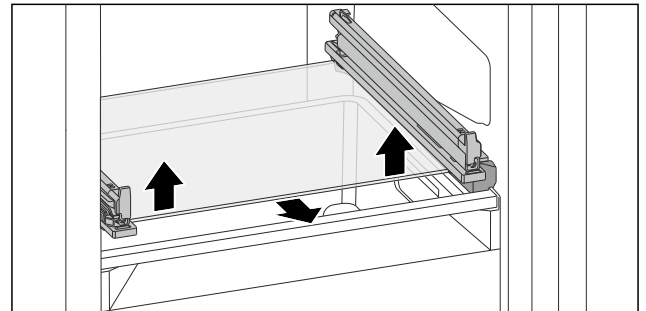

Fig. 120 Ripiano in vetro del cassetto ribaltabile
- Premere il ripiano in vetro dal basso verso l'alto su entrambi i lati. (vedere Fig. 120)